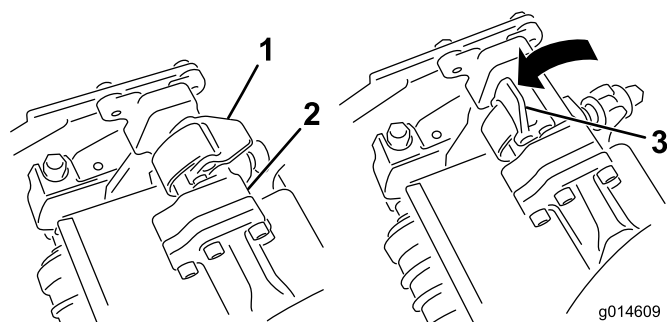
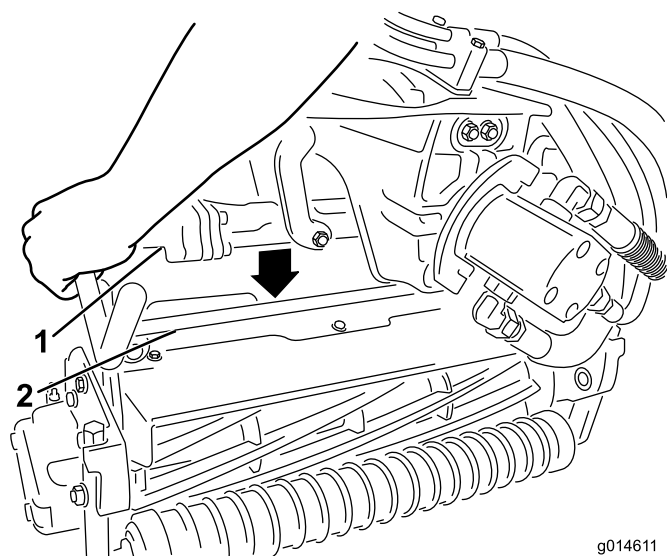

图33
图34
3. 当悬挂臂杆上的门锁指向上方（即打开）时（图33），向下压悬挂臂，使悬挂臂杆与滚刀组顶部的横杆相契合（图34）。
4. 向下并绕着滚刀组横杆关闭门锁，将它们锁定到位（图33）。
4. 打开您正在拆下的滚刀组悬挂臂上的门锁（图33）。